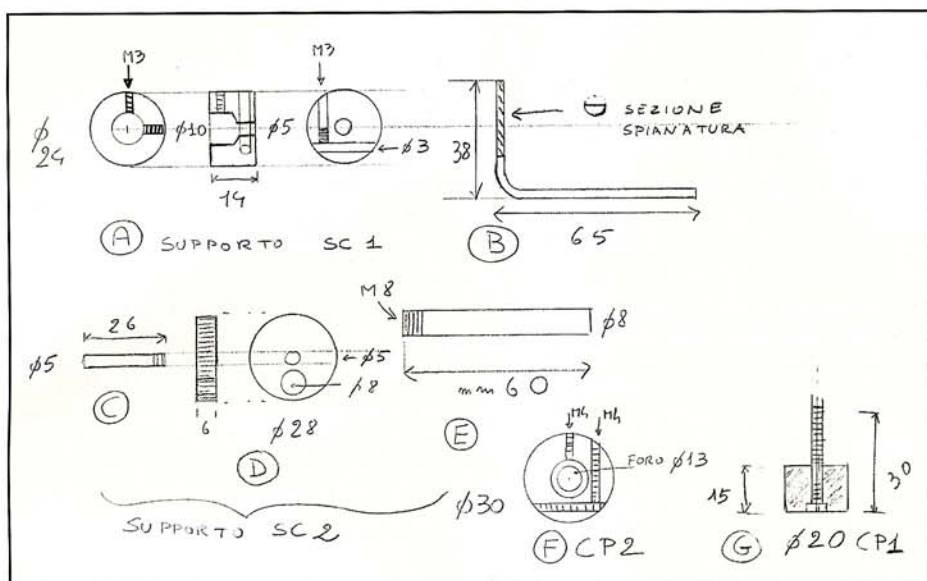

Fig. 4 - I supporti SC 1 ed SC 2 ed i contrappesi CP 1 e CP 2.
da trovare il punto che la minimizza. Quindi se siete dotati di un analizzatore FFT (beati voi!), o di qualcosa di simile, oppure se avete la voglia di costruirvi una qualche razza di distorsiometro, come ha fatto il sottoscritto, inserite pure tale partitore. Altrimenti non lo inserite per niente e, alla peggio, vi ritroverete con una distorsione del 0,05%, su un canale, e dello 0,02% sull'altro. L'ingresso di questo amplificatore si può accoppiare direttamente alla sorgente mentre in uscita è indispensabile un condensatore. Riguardo alla "quantità", già 2,2 µF possono essere sufficienti, per la qualità fate un po' voi, comunque già un condensatore in poliestere o in polipropilene può andare bene. E ora una nota dolente: il condensatore di source di Q1 (C_s). Questo componente deve avere un valore molto alto per by-passare completamente la resistenza R5, consiglierei dai 220 ai 1.000 µF; deve quindi essere un elettrolitico. Se riuscite a reperirne uno di buona qualità (un Black Gate della Rubycon sarebbe l'ideale) tanto meglio, altrimenti by-passatelo con un condensatore più veloce (tantalo, policarbonato, poliestere, polipropilene) di basso valore. Se qualcuno non sopporta l'idea di avere un condensatore elettrolitico nel proprio preamplificatore (a parte quelli dell'alimentatore) può realizzare la variante di Fig. 5, nella quale sono stati sostituiti i JFET con dei Mosfet (o degli Hexfet); lo scotto da pagare è, però, quello di dover impiegare un condensatore sull'ingresso del circuito. Sinceramente non l'ho realizzato e non so, quindi, dirvi se suoni meglio o peggio del circuito di Fig. 4. Se qualcuno, con più tempo libero del sottoscritto, vuole divertirsi, oltre a questa variante, può provare a sostituire i JFET con dei triodi, magari realizzando dei circuiti ibridi. Anche se, personalmente, per i triodi sarei portato a preferire la topologia circuitale di Fig. 3, considerata l'alta tensione di polarizzazione di questi componenti rispetto alle variazioni di tensione dovute al segnale. Come vedete le varianti, e quindi le personalizzazioni possibili, sono molte. In tutti i casi le topologie circuitali nonché le equazioni di progetto sono sostanzialmente le stesse già viste, cambiano solo le tensioni di polarizzazione. Mi sento solo di sconsigliare l'utilizzo dei triodi a chi non abbia sufficiente esperienza su questi dispositivi, poiché in tal caso si verrebbero a creare degli ulteriori problemi (oltre a quelli dati dalla pericolosità delle elevate tensioni in gioco) come quello delle alimentazioni indipendenti per i filamenti di ogni valvola.
Sul supporto del pivot (v. CHF n. 17), il primo pezzo da inserire è il supporto di riferimento (SC 1), che è composto da un cilindro di anticorodal di 24 mm di diametro e di 14 mm di lunghezza, con un foro passante a due diametri: di 10 mm per l'inserimento nel supporto del pivot (SP) e di 5 mm per il passaggio del perno del supporto (SC 2) del contrappeso grande (Fig. 4A). SC 1 viene bloccato nella posizione desiderata, rispetto alla sede sul supporto del pivot, mediante due viti senza testa M3 x 6 a punta piatta. Nel foro trasversale di 3 mm di diametro viene inserito un tondino di inox 303 di 3 mm di diametro piegato "ad elle" con una raggiatura di 10 mm nella curva; lo sviluppo lineare (Fig. 4B) è di 100 mm. Dal lato corto della piegatura va spianato da un lato in modo che, quando è inserito in sede, la vite senza testa M3 x 6 che lo blocca ne determini anche il parallelismo con il supporto SC 2 (Fig. 4). Questo è composto da tre pezzi: il perno di mm 5 x 26 di ottone, con filettatura M5 ad una estremità (Fig. 4C), il disco di anticorodal di 28 mm di diametro, spessore 6 mm con godronatura, al centro filettatura passante M5 per il perno (Fig. 4D).